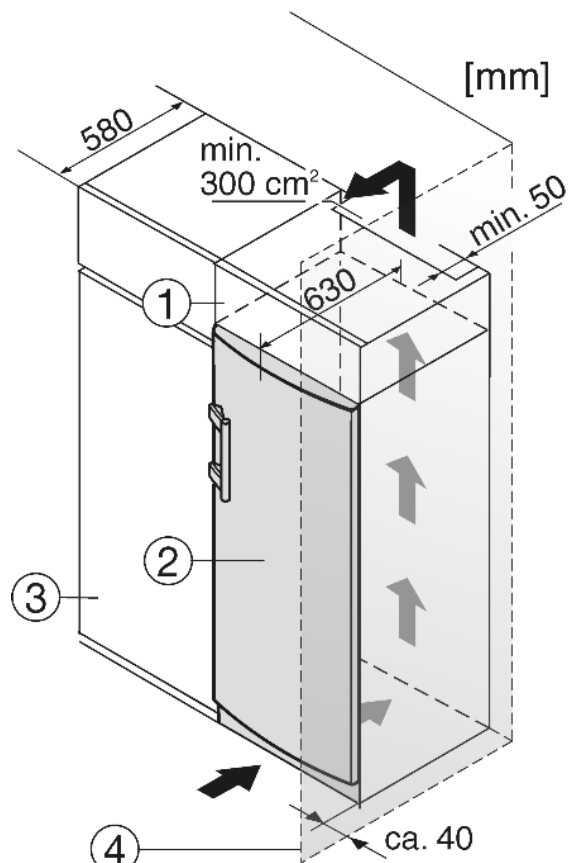

Fig. 8
- (1) Élément haut
- (2) Appareil
- (3) Placard de cuisine
- (4) Mur
L'appareil peut être entouré de meubles de cuisine. Pour adapter l'appareil Fig. 8 (2) à la hauteur des placards de la cuisine intégrée, on peut placer un élément haut Fig. 8 (1) au-dessus de l'appareil.
Lors de la transformation avec des placards de cuisine (profond. max. 580 mm) l'appareil peut être placé directement à côté du placard Fig. 8 (3). La porte de l'appareil saillit latéralement de 34 mm et au milieu de l'appareil de 50 mm par rapport à la face avant du placard de cuisine. Ainsi, elle se laisse ouvrir et fermer sans problèmes.
Si l'appareil est installé avec les charnières à côté d'un mur *Fig. 8 (4)*, la distance entre l'appareil et le mur doit être de 40 mm min. Ceci correspond à la saillie de la poignée lorsque la porte est ouverte.